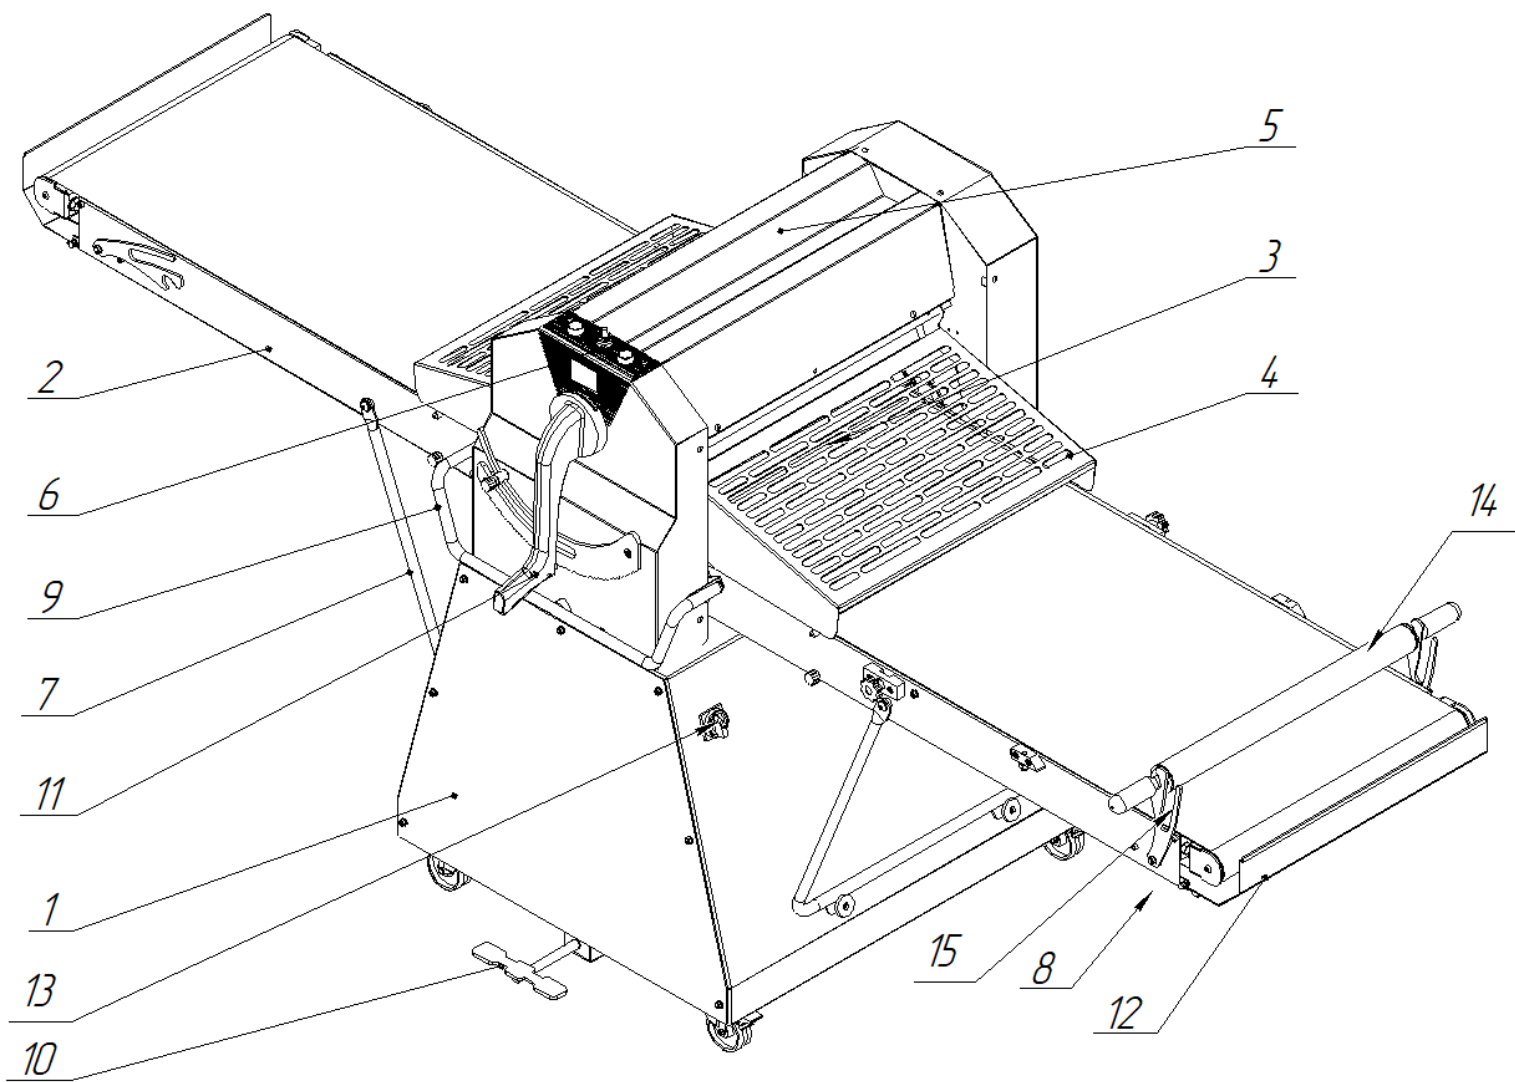
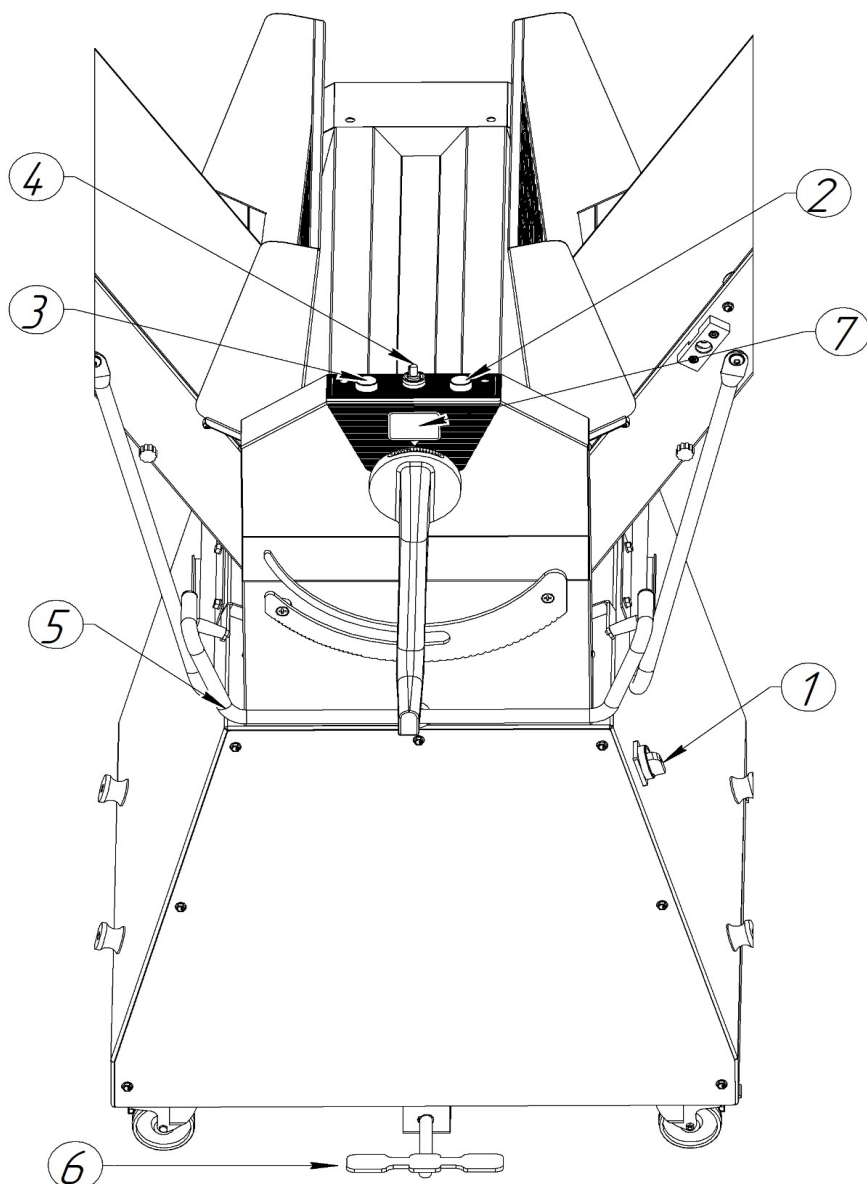

Рис.1
Рис.2- органы управления
4.1. Общий вид.(Рис.1)
- Установите рабочие столы в горизонтальное положение. (Рис.1 поз.2)
- Опустите защитные ограждения. (Рис.1 поз. 4)
- Насыпьте в ванночку муку. (Рис.1 поз.5)
- Выдвиньте приёмник теста. (Рис.1 поз.12)
- Поверните главный выключатель (Рис.1 поз.13) в положение **ВКЛ.**
2. Включите машину кнопкой ПУСК (**Рис.2 поз.2**).
5. При подъёме ограждения (**Рис.1 поз.4**) машина останавливается. Для продолжения работы, опустите ограждение, нажмите кнопку включения (**Рис.2 поз.2**).
6. Перед последним проходом поднимите опоры (**Рис.1 поз.15**), установите скалку (**Рис.1 поз.15**) в нижнее гнездо и намотайте немного теста. При включении транспортёра, скалка начнёт вращаться самостоятельно до полной намотки теста.